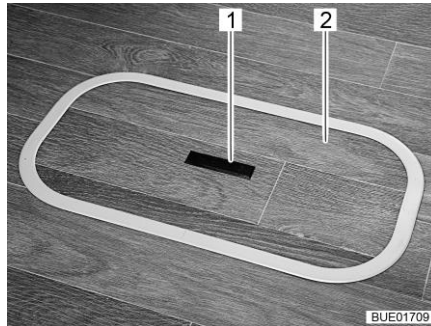
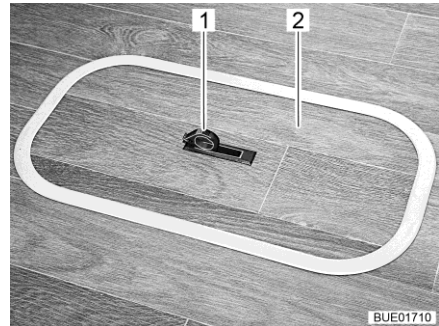

Bild 90 Lock för golvfacket (handtag sänkt)
Bild 91 Lock för golvfacket (handtag utsvängd)
- Tryck nedåt på ena sidan av griplattan (Bild 90,1). Handtaget (Bild 91,1) svängs upp.
- Ta av locket (Bild 90,2 eller Bild 91,2) uppåt.